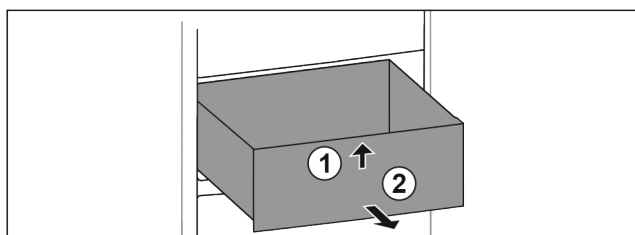

Fig. 57
- Sollevare il cassetto dal davanti. Fig. 57 (1)
- Rimuovere il cassetto tirandolo in avanti. Fig. 57 (2)